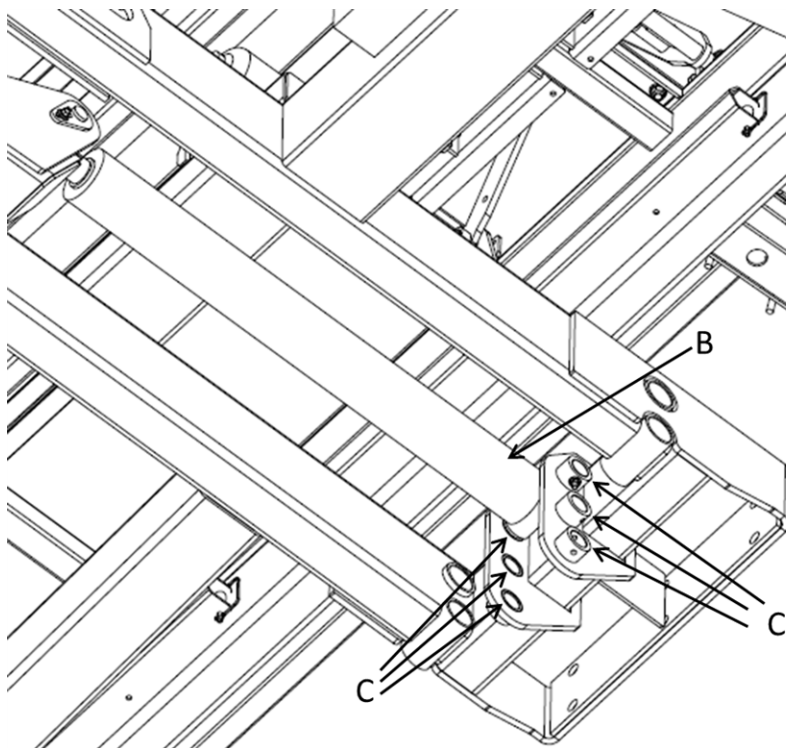

Figure 14 — Ajustement de la hauteur de la base du cylindre
6. Ajustez la hauteur du cylindre en alignant sa base (B) avec les trous (C) appropriés (voir la Figure 14).